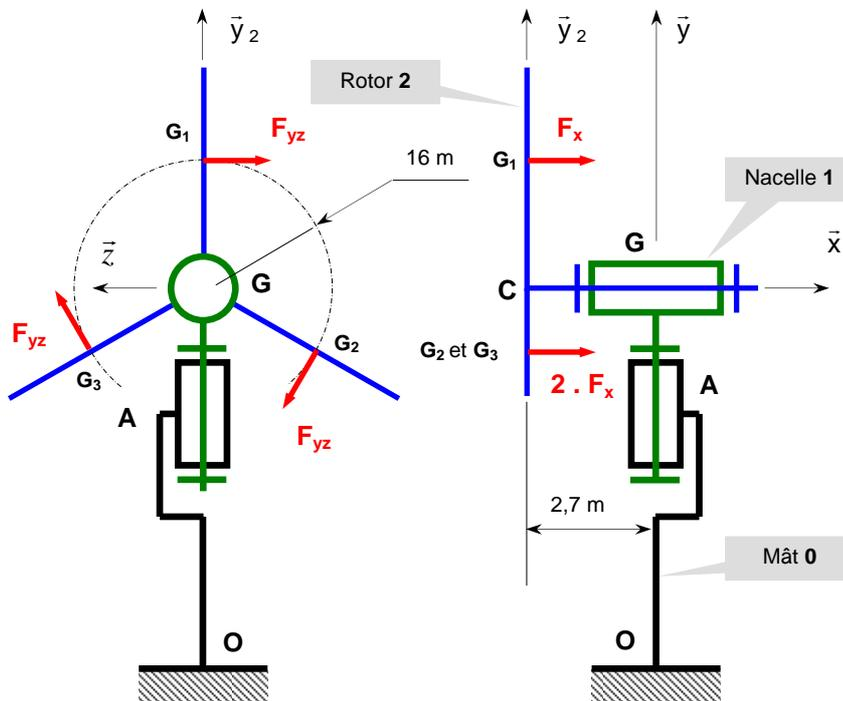

Figure 2 : Bilan du modèle cinématique
- La structure des liaisons de l'éolienne correspond au schéma cinématique de la figure 2.
- Le déroulement souhaité au niveau du démarrage du rotor **2** est décrit selon les graphes de la figure 2.
$$F_{yz} \text{ (force de portance)} = F_x \text{ (force de trainée)} = F \quad \text{(voir figure 2).}$$